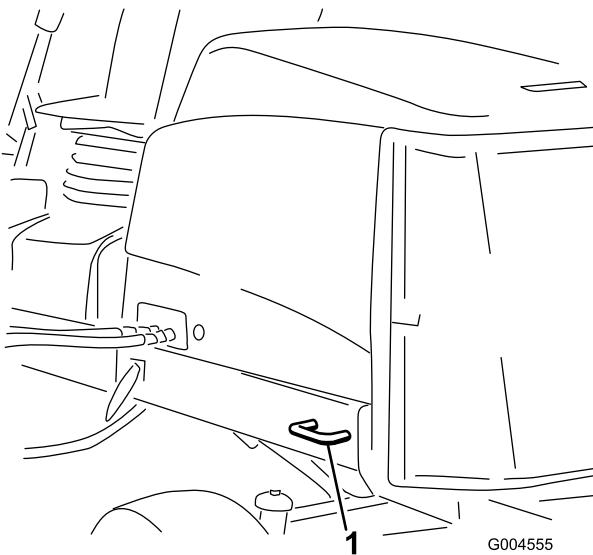

Figura 23
- **Traseira da máquina** – cada lado da máquina na estrutura traseira (Figura 23).